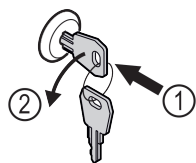

Fig. 139
- ▶ Włożyć kluczyk. Fig. 139 (1)
- ▶ Przekręcić kluczyk o 90° w lewo. Fig. 139 (2)